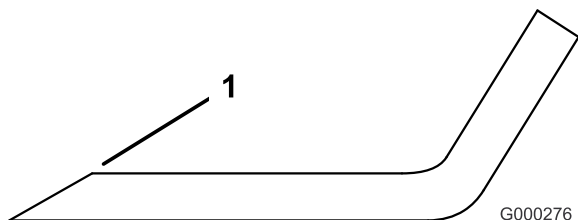

Figure 56
1. Au moyen d'une lime, aiguiser les tranchants aux deux extrémités de la lame (Figure 56). Veillez à conserver l'angle de coupe d'origine. Limez la même quantité de métal sur chacun des deux tranchants pour ne pas déséquilibrer la lame.